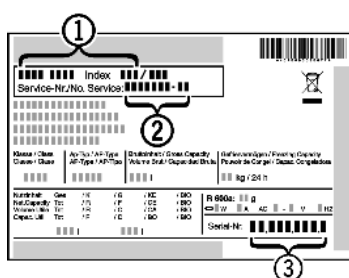

Fig. 79
- ▶ Označení přístroje Fig. 79 (1), servisní číslo Fig. 79 (2) a sériové číslo Fig. 79 (3) naleznete na typovém štítku. Identifikační typový štítek je umístěn na levé vnitřní stěně přístroje.